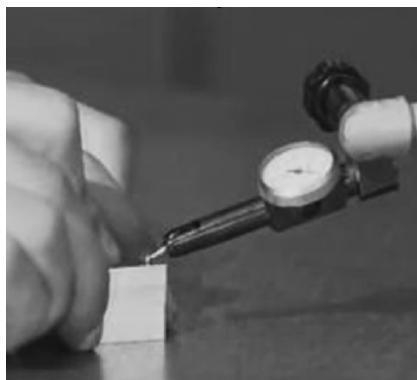
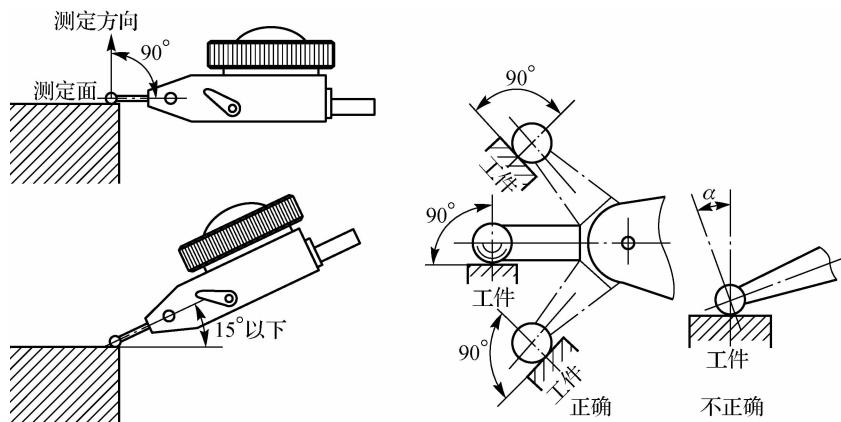

图 1-24 杠杆百分表的使用
图 1-25 杠杆百分表的使用(测量夹角)
(1) 测量时,不准用工件撞击测头,以免影响测量精度或撞坏百分表。为保持一定的起始测量力,测头与工件接触时,测量杆应有 $0.3\sim0.5\text{ mm}$ 的压缩量。
(2) 杠杆百分表的测量杆轴线与被测工件表面的夹角 $\alpha$ 越小,测量结果的误差就越小。若由于测量需要 $\alpha$ 角无法调小(当 $\alpha>15^\circ$ 时),则应对其测量结果进行修正。杠杆百分表的使用如图 1-24、图 1-25 所示。